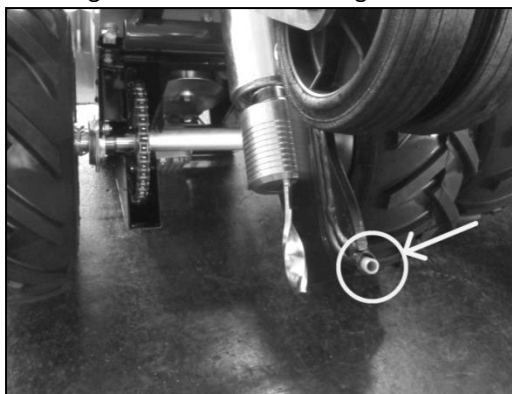

Fig. 2
- Controlar que el orificio de salida del cable perimetral de la aleta de enterrado esté íntegro (Fig. 2). En especial, controlar que el tubo flexible que se encuentra dentro de la aleta esté íntegro. En caso de que esté dañado, es necesario reemplazarlo. Controlar además que no haya cortes a lo largo del contorno del orificio de la aleta y que no tenga bordes afilados ni irregulares. En caso de que esté dañada, es necesario reemplazar la aleta.